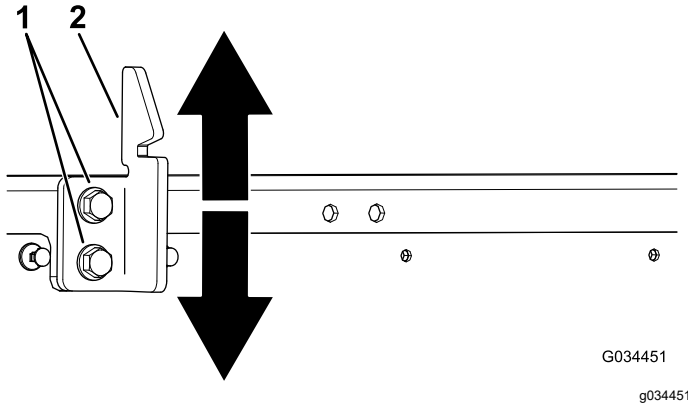

図 52
3. 荷台のラッチストライカのボルト2本をゆるめて、ストライカの上下位置を調整する **図 52**。
4. ラッチストライカのボルト2本を締め付ける **図 52**。